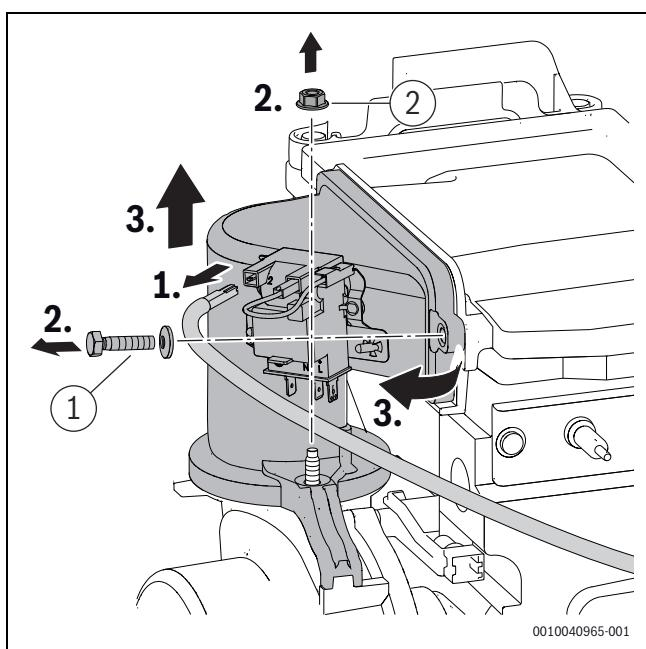

Fig. 61 Rimuovere il dispositivo di miscelazione
- Serrare la vite e il dado ([1] e [2], fig. 61) sul dispositivo di miscelazione con 5,5+0,5 Nm.